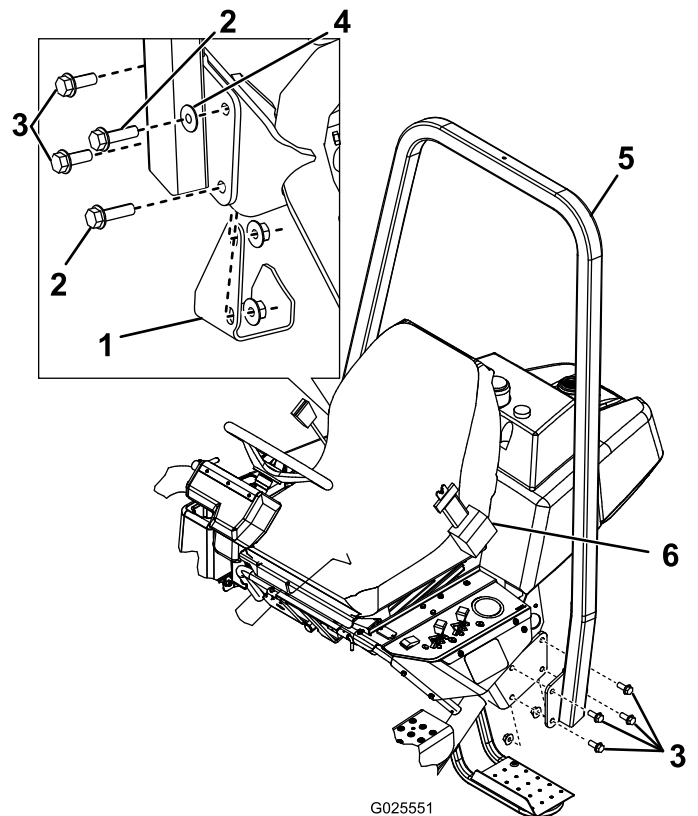

Figura 6
- Baje el bastidor ROPS (Figura 6) sobre los soportes de montaje, alineando los taladros de montaje.
- Sujete cada lado de la barra anti-vuelco a los soportes de montaje con 4 pernos (1/2 x 1,5 pulgadas) y contratuercas (Figura 6).
- Sujete cada lado de la barra anti-vuelco, y el apoyo del gato que retiró anteriormente, al soporte de montaje con 2 pernos (1/2 x 1,5 pulgadas), 2 pernos (1/2 x 1,75 pulgadas), 1 arandela y contratuercas, según se muestra en Figura 6.
**Importante:** Asegúrese de instalar la arandela en la posición correcta, según se muestra en Figura 6.